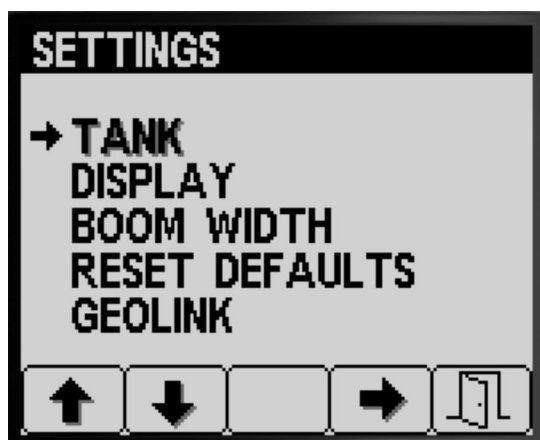

Figura 11
1. Prima o botão 1 ou 2 para navegar para a opção DEPÓSITO (Figura 11).
2. Prima o botão 4 para selecionar o submenu DEPÓSITO (Figura 11).